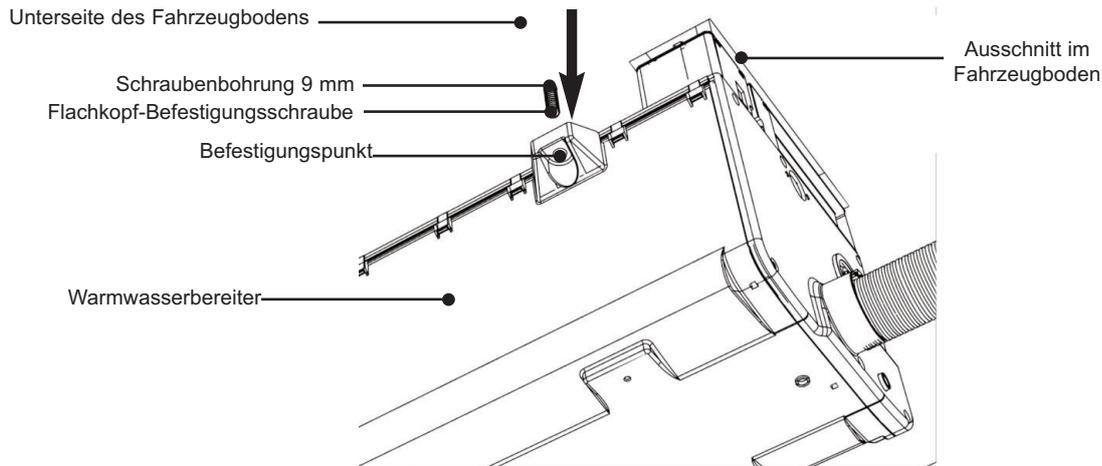

Abb. 11 Montage des Warmwasserbereiters
- ii. Halten Sie den Warmwasserbereiter an die Unterseite des Fahrzeugbodens. Die Befestigungsschrauben **müssen** durch die Montagefüße führen (wie in Abb. 11 dargestellt).